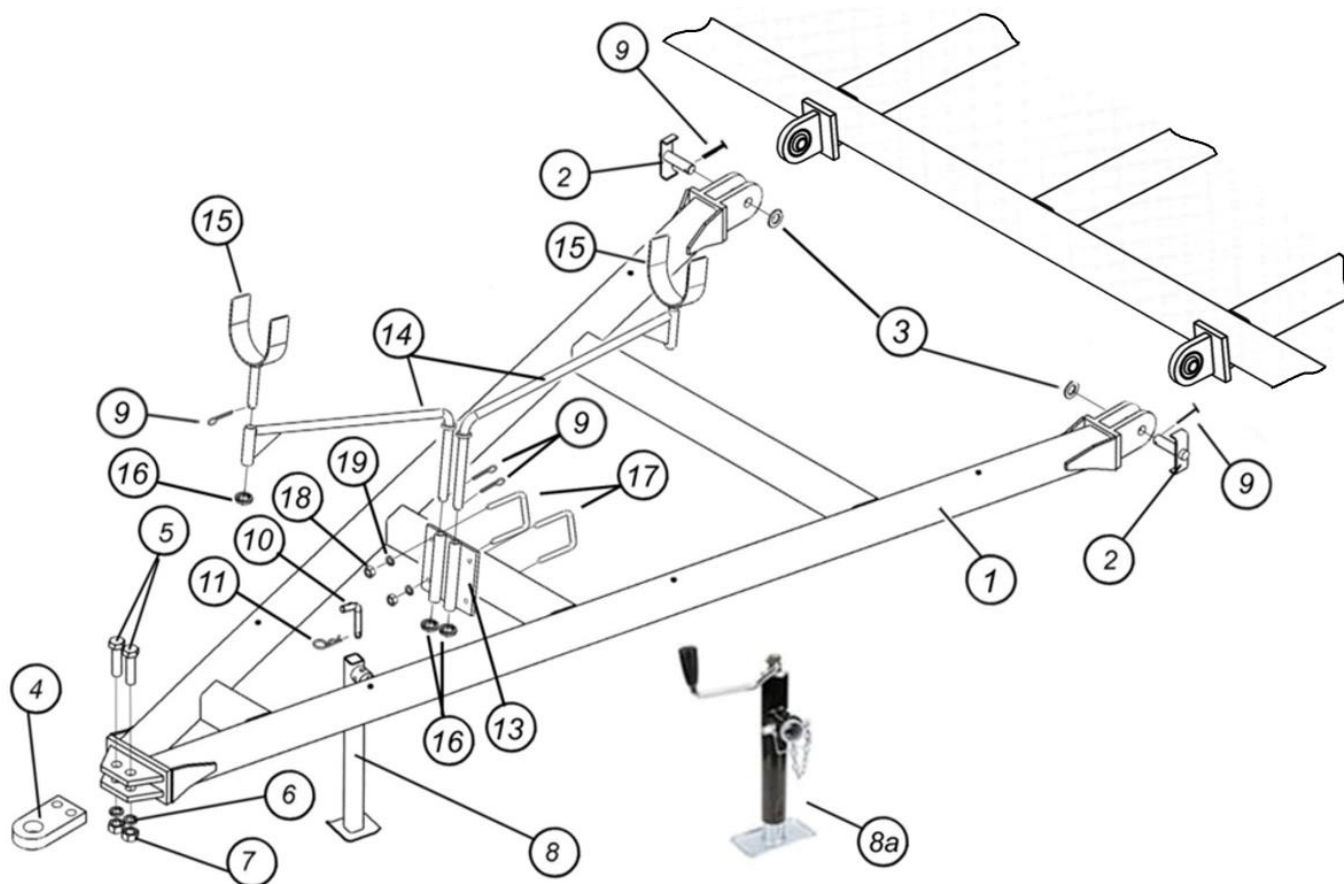

Рис. 7.1.11. Передняя сцепка посевного агрегата
7.1.11. Передняя сцепка (рис.7.1.11)